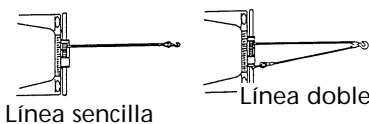

Figura 2
1. El Husky 10 tiene una clasificación de 10,000 lb (línea sencilla) en la capa de cable más cercana al tambor. NO LO SOBRECARGUE. NO TRATE DE TIRAR DE CARGAS PESADAS DE FORMA PROLONGADA. No mantenga encendido el cabrestante si el motor entra en pérdida. Las sobrecargas pueden dañar el cabrestante y/o el cable de alambre y causar condiciones de operación inseguras. PARA CARGAS PESADAS, RECOMENDAMOS EL USE DE CONJUNTO DE BLOQUE DE POLEAS OPCIONAL (Nº DE PIEZA 7750A) PARA DUPLICAR LA LÍNEA DE CABLE DE ALAMBRE (FIGURA 2). Esto reduce la tensión sobre el cabrestante y la carga sobre el cable de alambre en un 50% aproximadamente. Si lo monta en la parte trasera del vehículo, sujételo al chasis u otra parte que soporte carga. El motor del vehículo debe estar funcionando durante la operación del cabrestante para reducir la descarga de la batería y aumentar la potencia y velocidad del cabrestante. Si se activa el cabrestante durante periodos considerables de tiempo con el motor apagado, la batería podría descargarse y ya no podría arrancar el motor.